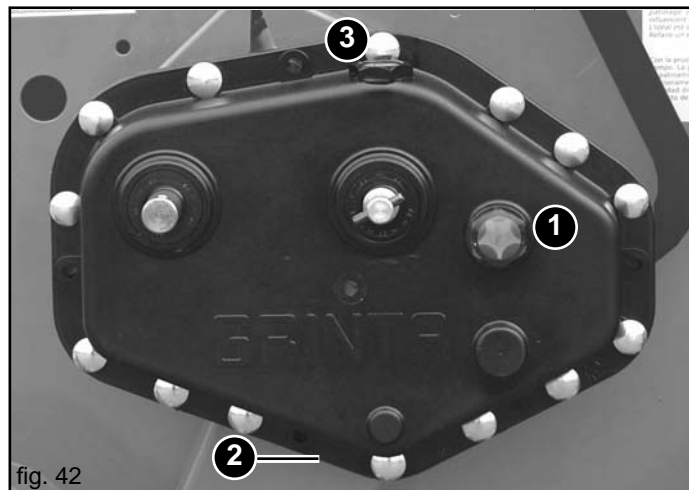

fig. 42
- Verificare il livello di olio nella scatola cambio, eventualmente ripristinarlo fino al livello (1, Fig. 42). Nell'eseguire il ripristino, è consigliabile usare lo stesso tipo di olio (ACER 22).
- tappo scarico olio, 2 Fig. 42;
- tappo carico olio, 3 Fig. 42.